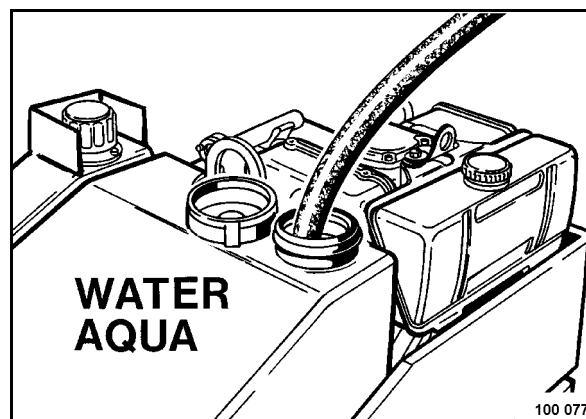

рис. 50
- Открыть крышку (рис. 50), долить воду и закрыть крышку.